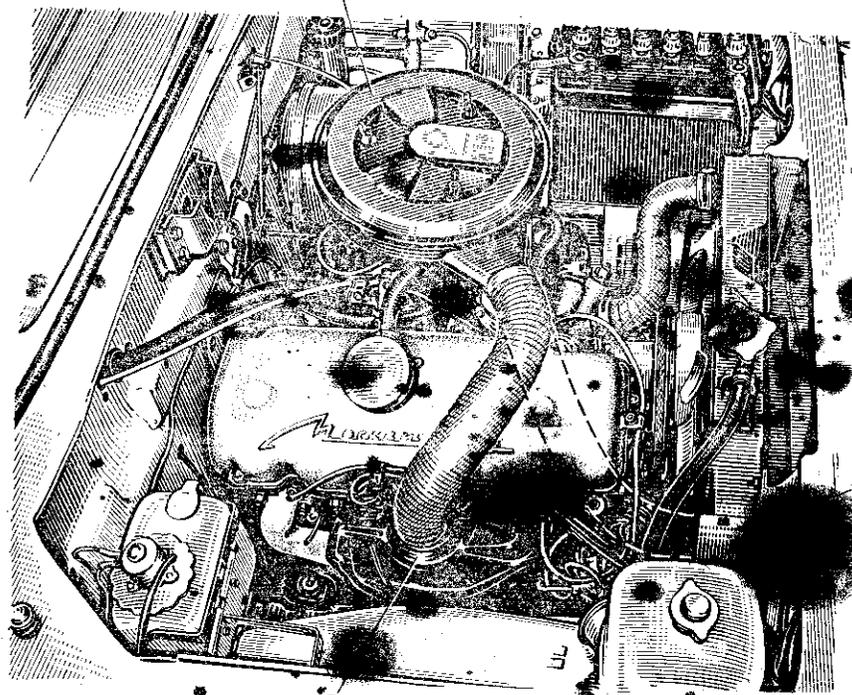

Рис. 62. Подвод воздуха к фильтру:
1. Проверка воздушного фильтра карбюратора 2101-1107010-11. Воздух очищается от пыли фильтром 1 (рис. 62), главным фильтрующим элементом.